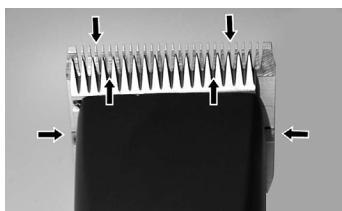

Fig. 22
For å oppnå gode klippemaskinesultater og for å øke levetiden til klippe-maskinen og klippehodet, må du påføre et tynt lag med olje mellom det øvre og nedre bladet (fig. 22).
- ▶ Smør bladene tilstrekkelig under klippingen (minst hvert 15. minutt), slik at de ikke går tørre (fig. 22).
Bladene må oljes før, under og etter hver gang de brukes. Når bladene på klippemaskinen etterlater stiper eller går med redusert hastighet, er dette et tegn på at olje kreves. Påfør noen dråper olje foran på sidene av klippebladene (se pilene i fig. 22). Tørk av overflødig olje med en tørr klut. Smøresprayer har ikke nok olje til å opprettholde god smøring, men hjelper til med å kjøle ned bladene. Skadde eller sløve blader må straks skiftes ut for å unngå skader.